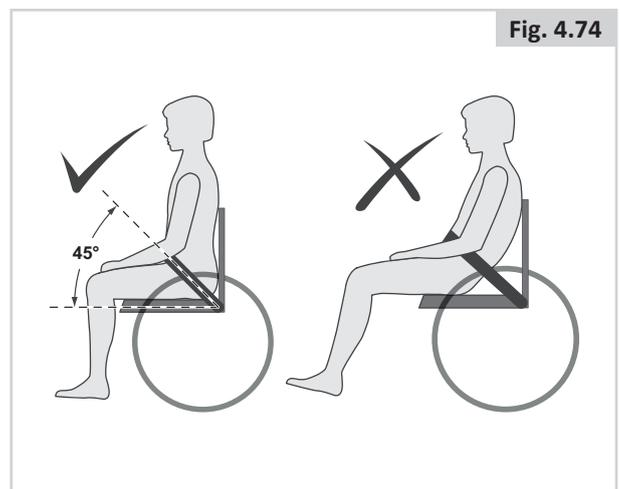

Fig. 4.74
- Normalerweise sollte der Beckengurt so angebracht werden, dass sich die Gurte in einem Winkel von ca. 45° (Fig. 4.74) befinden; wenn er richtig eingestellt ist, darf der Benutzer im Sitz nicht nach unten rutschen.